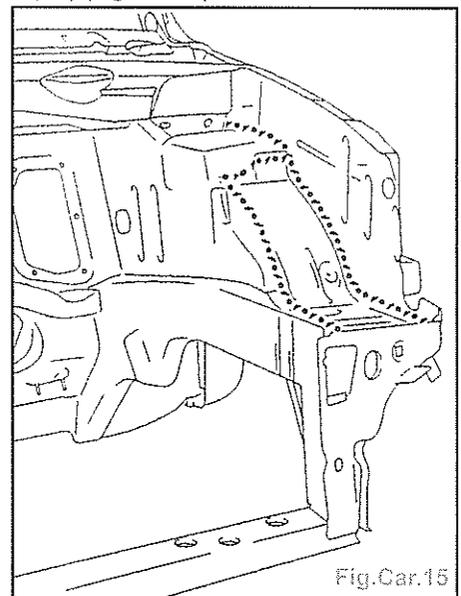

Fig.Car.15
- Appliquer un mastic à lisser au pinceau (A4) (Fig. Car.15).